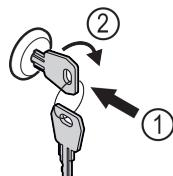

Fig. 158
- Zatlačte kľúč. Fig. 158 (1)
- Otočte kľúč o 90° v smere hodinových ručičiek. Fig. 158 (2)